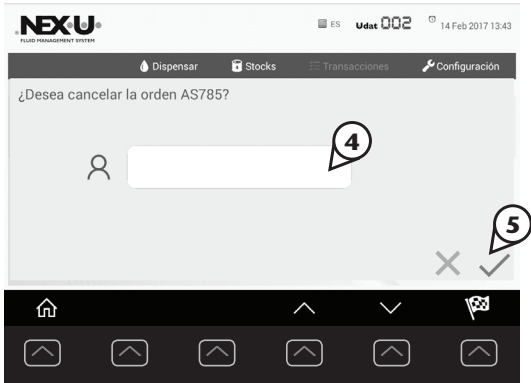

Fig. 19
Pulsando por pantalla el botón de cancelación (3) puede parar la transacción en curso. A continuación se mostrará por pantalla la confirmación de la cancelación (Fig. 19). Introduzca el código de operario (4) y presione el botón de confirmación (5) para confirmar la cancelación de la transacción.